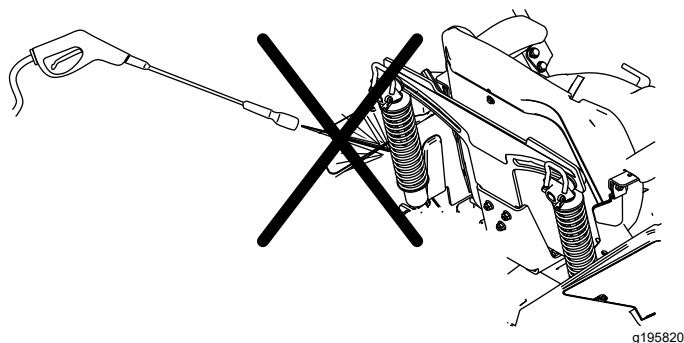

Figura 122
**Nota:** Non pulite i gruppi ammortizzatore con acqua sotto pressione (Figura 122).